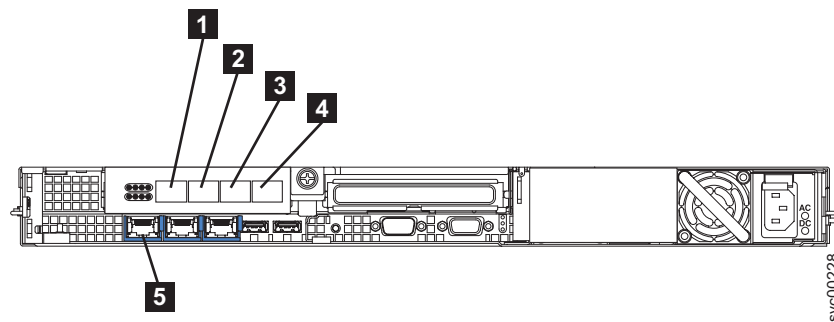

図 35. SAN ボリューム・コントローラー 2145-8G4 の後部にあるコネクタ
1. 図 35の **5** をイーサネット・ケーブルをイーサネット・ポート 1 に接続します。